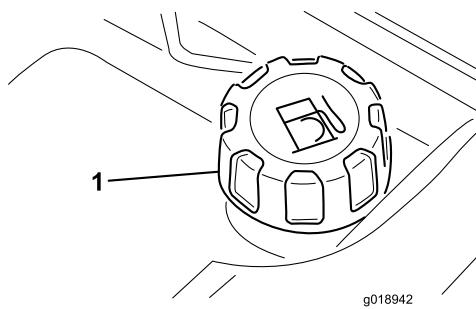

Figura 28
1. Incline el asiento hacia adelante y sujetelo con la varilla para que no pueda caerse accidentalmente. Limpie la zona alrededor del tapón del depósito de combustible con un paño limpio (Figura 28).